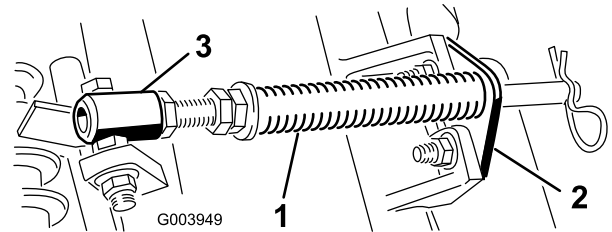

Figura 4
- A. Retire os 2 parafusos e porcas da carroçaria que prendem o suporte da barra aos separadores da unidade de corte (Figura 4).
- B. Retire a porca flangeada que prende o parafuso com cabeça do tubo de mola ao separador da estrutura de suporte (Figura 4) e retire o conjunto.
**Nota:** Posicione a cabeça do parafuso para o lado exterior do separador como se mostra na Figura 4.